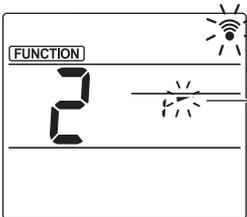

Fig. 3-3
- Ajuste el ángulo del deflector (Fig. 3-3) Pulse los botones [B] para seleccionar el ángulo del deflector [B]. Apunte el mando a distancia inalámbrico hacia el receptor de la unidad interior, y luego pulse el botón [SET].